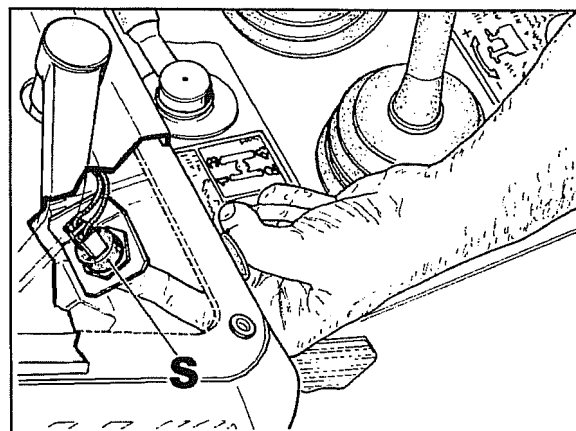
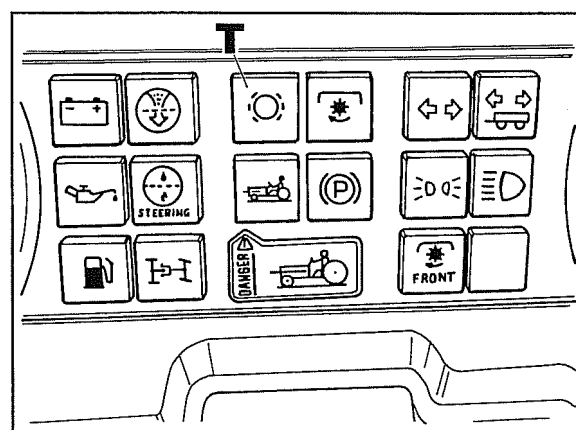

Fig. 10
Fig. 11
Nota - La verifica sull'efficienza elettrica del sensore non è necessario in quanto un eventuale cortocircuito verrebbe segnalato dalla spia **T** fig. 11 dalla centralina con due lampeggi seguiti da pausa. In tal caso sostituire il sensore stesso.
- 14 A quadro acceso premere il pulsante di reset **S** fig. 10, passando dalla feritoia della leva frizione presa di forza situata sul supporto cruscotto, tenendolo premuto fino a spegnimento lampeggio della relativa spia **T** fig. 11.